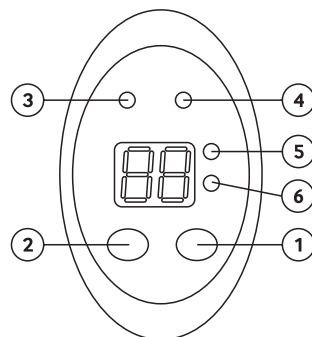

Рисунок 8: Панель управления
4.4 Для включения прибора нажмите кнопку 1 («on/off») (рис.8), последующие нажатия на эту кнопку будут менять режимы мощности. При этом:
4.4.1 Далее установите желаемую температуру нагрева воды с помощью многократного нажатия кнопки 2 («Tset»)(рис.8). Шаг изменения температуры равен 5°C.